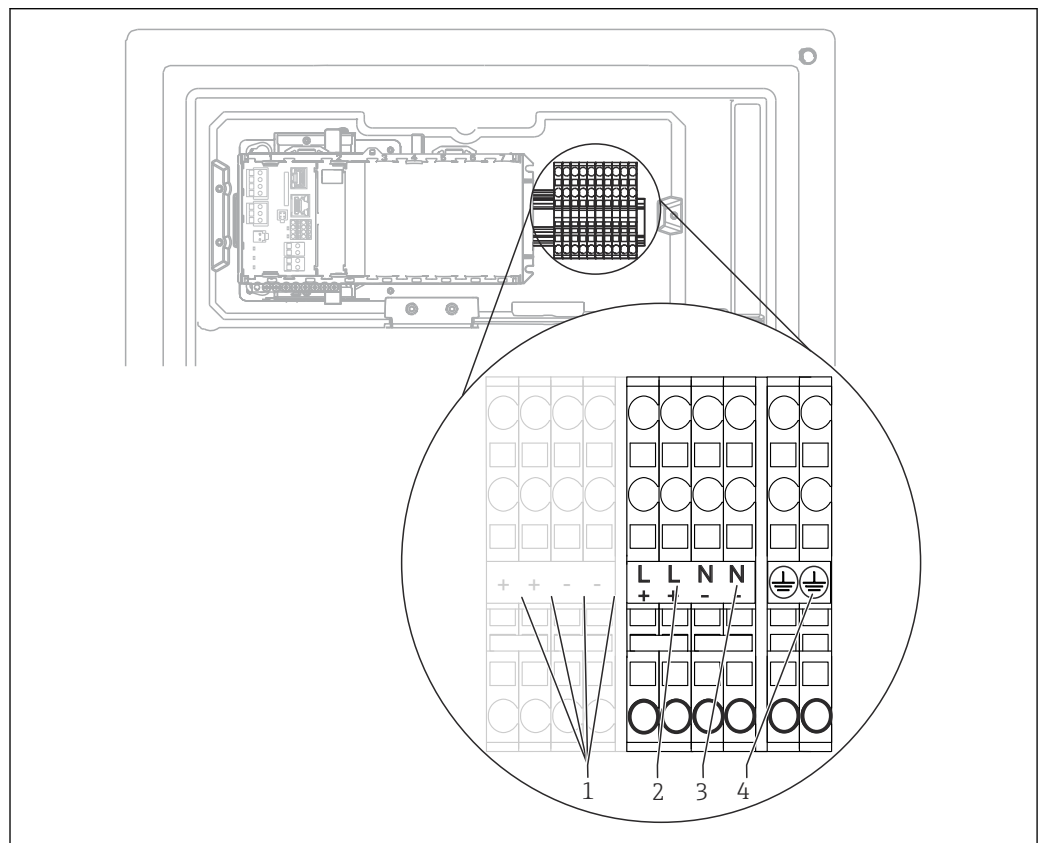

図 25 端子の割当て
1. 「ケーブルの配線」セクションの説明に従って、電子部にアクセスします (→ 図 25)。